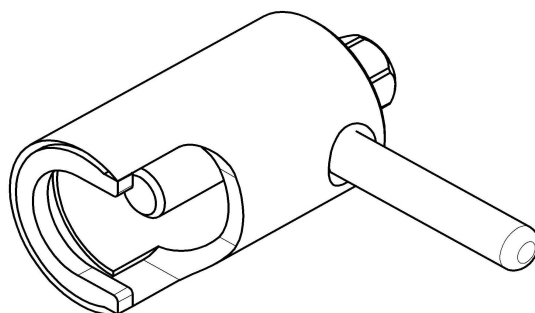

Рис. 15. Съемник крыльчатки.
- снять крыльчатку при помощи специального съемника (рис. 15);